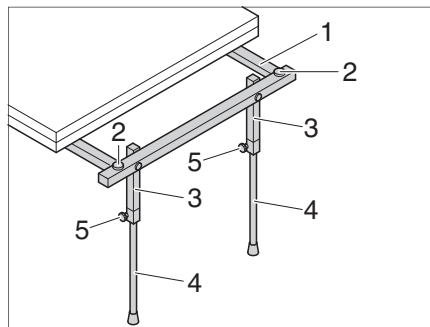

Bild 118 Teleskopstützen (nur Just Go)
- Tischunterbau (Bild 118,1) herausziehen.
- Abstützungen (Bild 118,3) senkrecht stellen.
- Zwei Sterngriffschrauben (Bild 118,5) öffnen und Teleskopstützen (Bild 118,4) auf gewünschte Höhe ausfahren.
- Zwei Sterngriffschrauben (Bild 118,5) anziehen.
- Gewünschte Höhe der Tischplatte mit den zwei Einstellschrauben (Bild 118,2) einstellen.